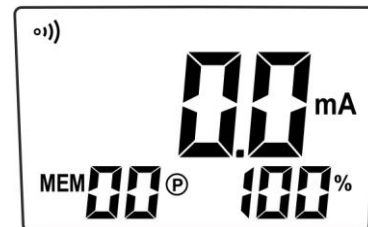

Fig. 24
2. Lo strumento mostra il messaggio “**OL Ω**” a display, in quanto si configura automaticamente per la misura di resistenza. Eseguire una breve pressione del tasto **▲A** per entrare nel modo di misura della corrente. Viene mostrata la videata di Fig. 24.